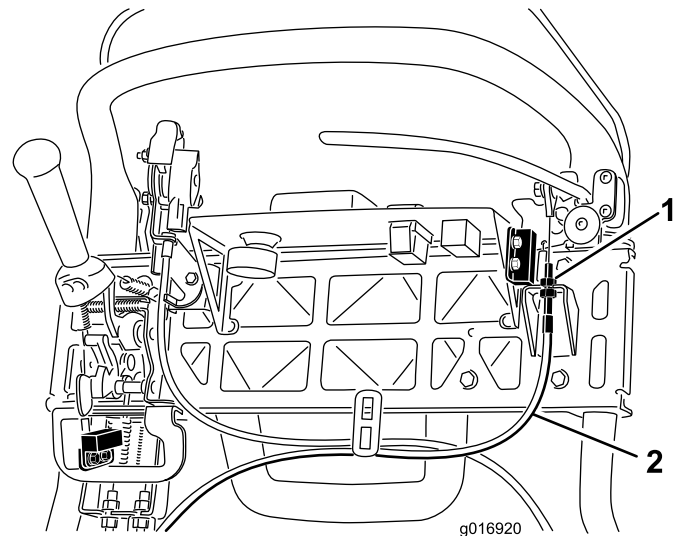

Bild 41
3. Lösen Sie zum Erhöhen der Kabelspannung die obere Kabelklemmmutter und ziehen die untere an (Bild 41), bis eine Kraft von 156 N zum Lösen des Feststellbremsriegels auf den Bremshebel aufgebracht werden muss. Stellen Sie die Bremse nicht zu fest ein, da das Bremsband sonst schleifen könnte.